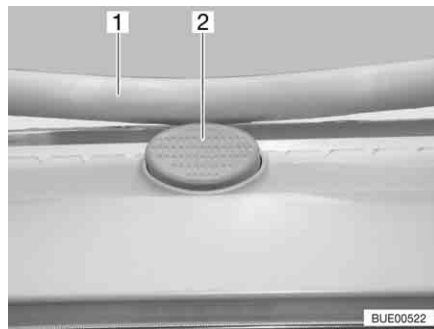

Bild 62 Sicherungsknopf an der Heki-Dachhaube
- Den Sicherungsknopf (Bild 62,2) drücken und den Bügel (Bild 62,1) mit beiden Händen nach unten ziehen.
- Den Bügel mit beiden Händen nach oben drücken, bis der Bügel oberhalb des Sicherungsknopfes (Bild 62,2) liegt.